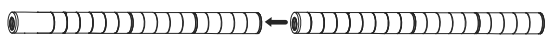

Figure 1
1. Connectez les montants en les vissant ensemble. (Voir Figure 1)